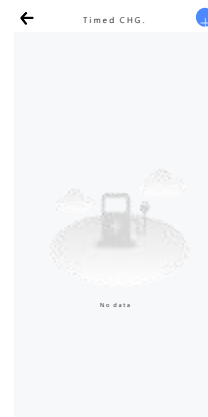

Abbildung 4.8
- Klicken Sie auf der Geräte-Startseite auf die Schaltfläche „Timed CHG Go“, um die Timer-Einstellungen vorzunehmen, wie in Abbildung 4.8 gezeigt. Beim Wechsel in den Zeitplan-Lademodus wird der Plug-and-Charge-Modus automatisch ausgeschaltet.